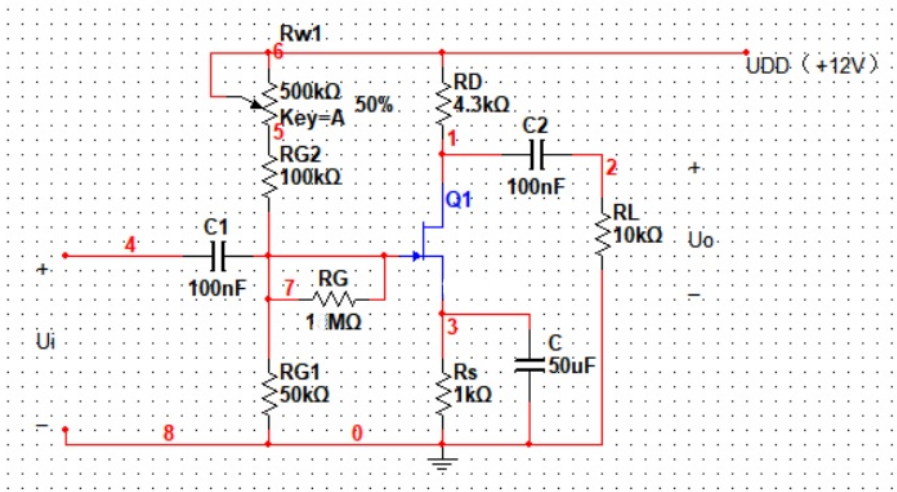

图 2: Figure example 2
(1) 按照图 2 连接电路，接通电源，在放大器的输入端加  $f = 1kHz$ ,  $U_i = 50mV$  的正弦信号，调节  $R_{w1}$ ，用示波器观察当负载  $R_L = \infty$  的情况下，输出电压波形不失真时的最大输出电压波形，此时用万用表测量静态工作点的各电压值